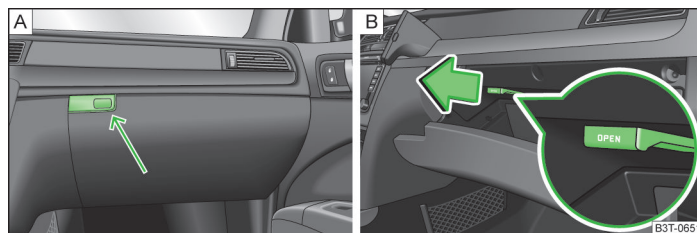

Fig. 73 Abrir compartimento guardaobjetos / manejar la entrada de aire
➤ Pulsar la tecla » fig. 73 - **A**.
- La entrada de aire se abre tirando de la palanca en sentido de la flecha » fig. 73 - **B**.